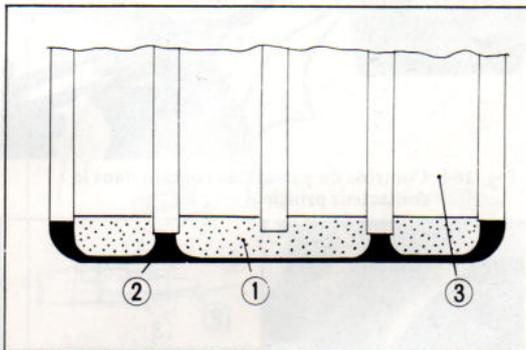

Fig. 162 ① Dépôt pateux ② Fond du bac ③ Plaque cathodique
- 3) Contrôler l'état des cosses où de mauvais contacts peuvent être dus à la corrosion, les dépôts dus à la sulfation et aux vibrations. Les dépôts de plaques se déposent au fond de la batterie, cette dernière doit alors être remplacée. (Fig. 162)